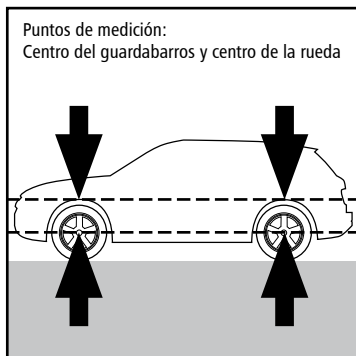

Figura 1, vehículo en estado de reposo
2. En estado de reposo, mida la distancia entre el centro de la rueda marcado y el centro del guardabarros (Figura 1) y anote el valor (espacio para notas, véase la página 23).